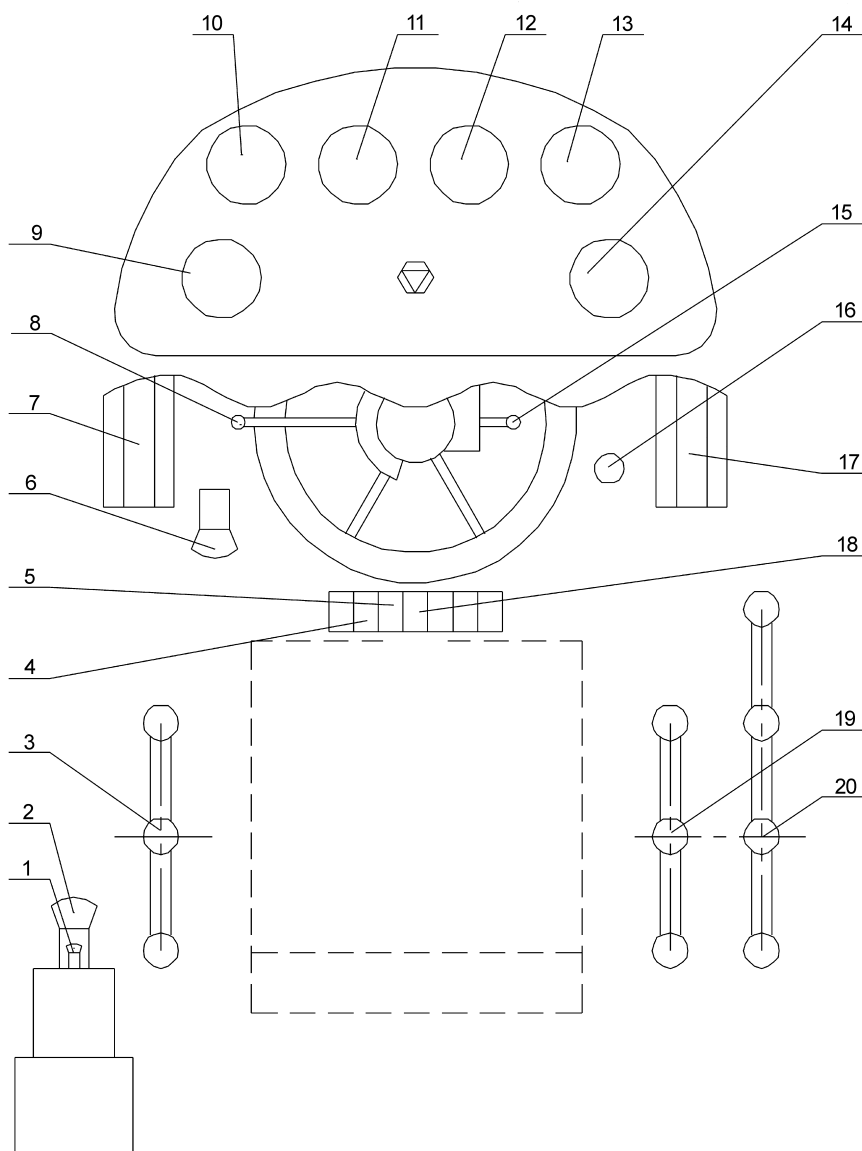

Рис. 1–11 Схема расположения приборов и механизма управления
1.5.1 Внутреннее расположение водительской кабины (рис. 1–11)